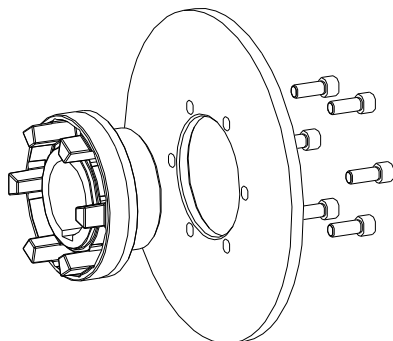

Bild 18: Montage der Bremsscheibe
- Montieren Sie die FN-Nabe oder den Mitnehmer- und Kupplungsflansch mit der Bremstrommel/-scheibe (siehe Bild 18 und 19).